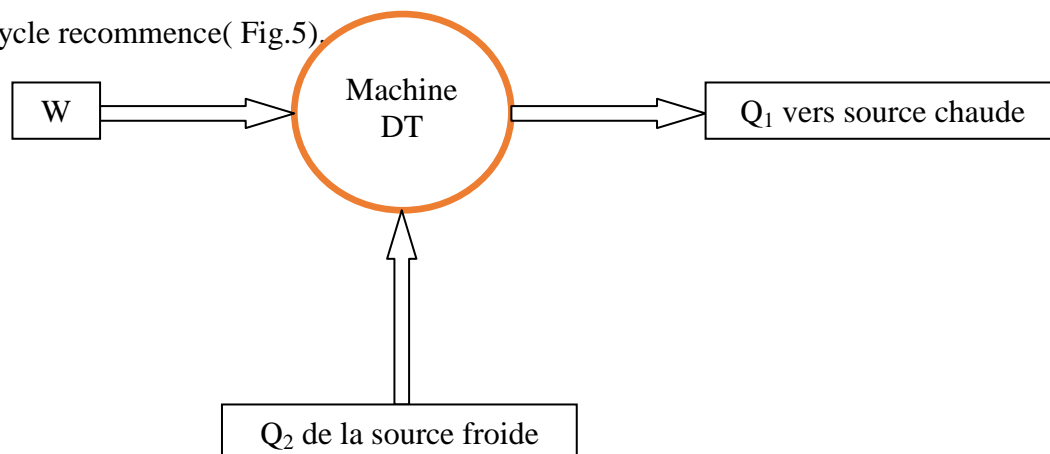

Fig4. Machines DT
- 1- Les machines dynamo-thermiques DT: qui convertissent ou utilisent un travail pour obtenir de la chaleur, ces machines sont généralement utilisées pour la réfrigération ou le pompage de la chaleur. la DT absorbe une quantité de travail qui lui permettra de récupérer de la chaleur d'une source froide et restituer une quantité de chaleur à la source chaude, comme ce transfert est contradictoire avec le principe « 0 », un travail extérieur est alors nécessaire (voir Fig.4)